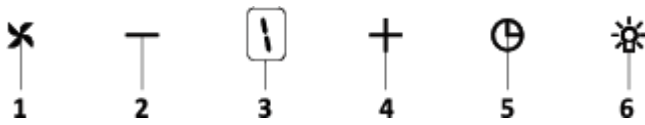

Fig. 15: Botón digital de 5 vel.
1. Pulse este botón para encender el producto. Fig. 15
2. Pulse este botón para disminuir la velocidad del motor. Fig. 15
3. Pantalla digital Puede seguir la velocidad a la que el producto está trabajando actualmente en esta pantalla. Fig. 15
4. Pulse este botón para aumentar la velocidad del motor. Fig. 15
5. Cuando se presiona el botón del temporizador, se activará una función de temporizador de 15 minutos, la pantalla emitirá una señal una vez que se inicie el temporizador y el motor se detendrá automáticamente después de 15 minutos. Fig. 15
6. Pulse este botón para encender y apagar la lámpara. Fig. 15